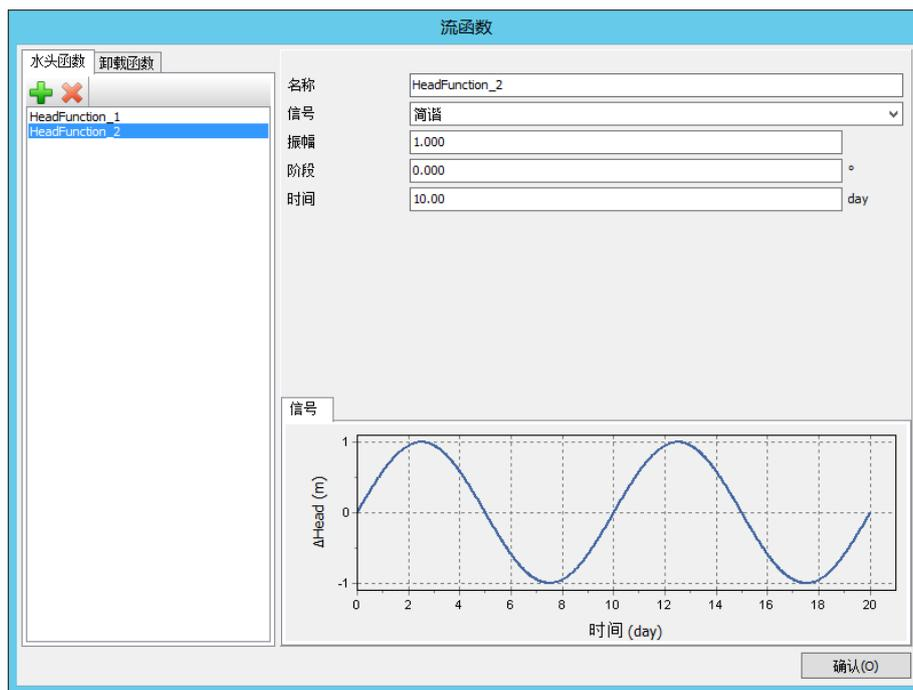

图 9 慢速流动时的流动函数
- 在流动函数窗口信号选择简谐波选项。设置振幅为 1m，阶段为  $0^\circ$ ，间隔为 10 天，如图 9 所示。